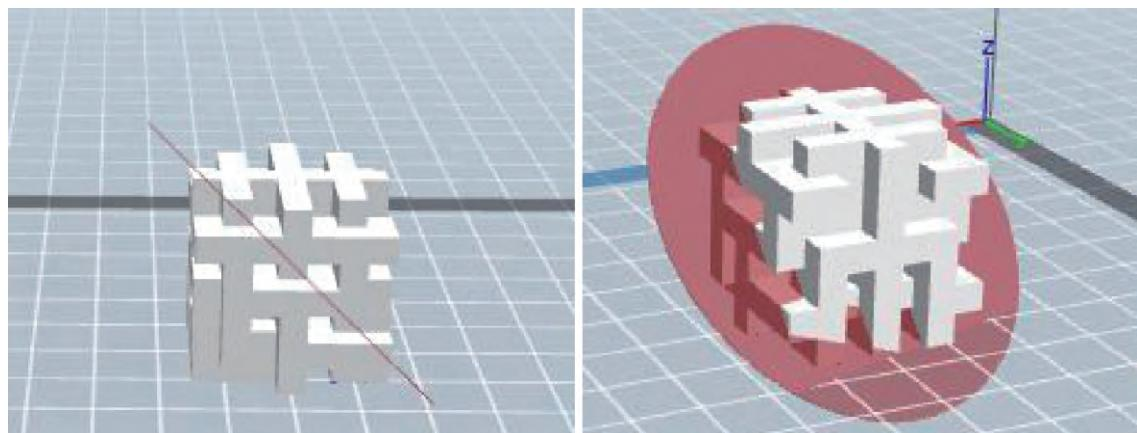

図 5-17
①(図5-17) マウスカット：ユーザーの要求通りにマウスが描いたカットの線によって、システムが自動的にカットの面を生成します。視角を回転するとカット面が見えます。